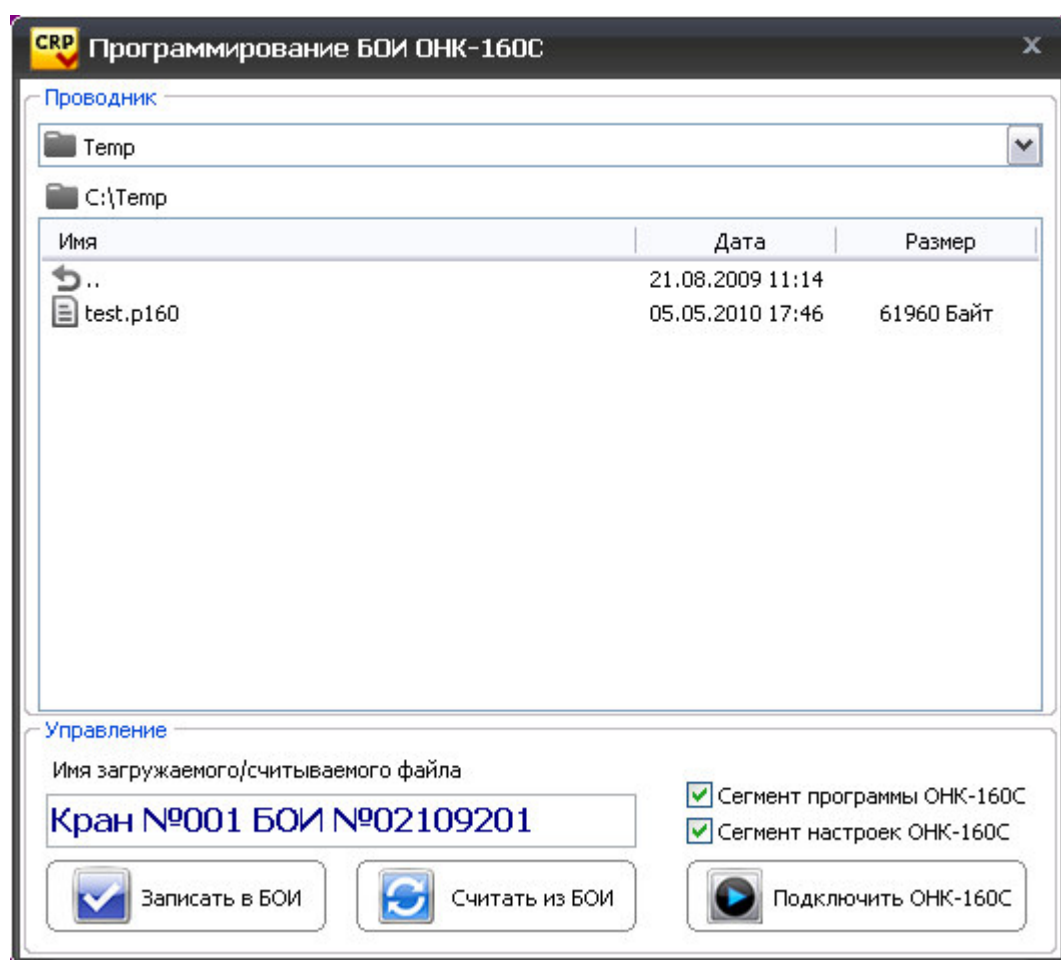

Рисунок 36. Подключение ОНК-160С.
8. В течение 15 секунд в появившемся окне «Программирование ОНК-160С» (Рисунок 36) в разделе «Управление» нажать кнопку «Подключить ОНК-160С».